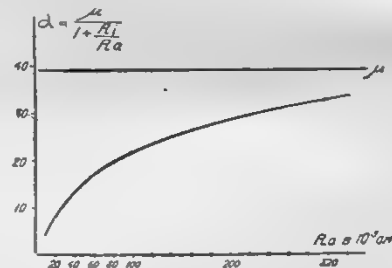

Рис. 4. Та же кривая для лампы, у которой $\mu = 39$.
эффициент усиления несколько больше трех, а при $R_a = 200.000$ омам — коэффициент усиления почти равен пяти. Как показывает формула усиления, оно увеличивается с возрастанием коэффициента μ , величина которого зависит от конструкции лампы. На рис. 4 показана кривая для лампы, у которой $\mu = 39$. В этом случае, как показывает рисунок, при внешнем сопротивлении $R_a =$
в формулу (16) определяем по знакомому уже графику на рис. 4 (См. „Р. Л.“ № 7).